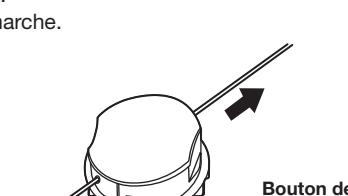

Fig. 14
3. Appuyez sur et relâchez le bouton de relâchement manuel de la ligne de coupe tout en tirant délicatement sur les deux lignes de coupe jusqu'à ce qu'elles atteignent la lame de coupe de ligne de coupe (Fig. 14).